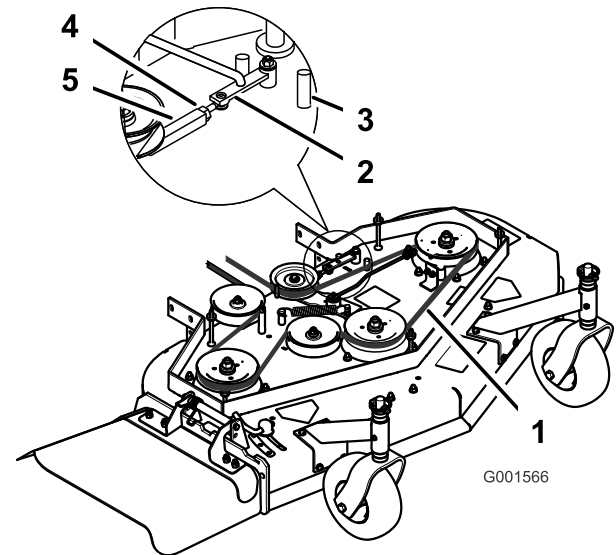

Figura 38
3. Afloje la contratuerca del tensor (Figura 38).
4. Gire el tensor hacia la parte trasera del cortacésped para aumentar la tensión de la correa. Gire el tensor hacia la parte delantera del cortacésped para reducir la tensión de la correa (Figura 38).